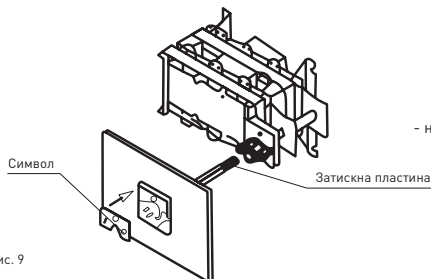

Рис. 9
- наклейте символ на панель відповідно до схеми (Рис. 9);